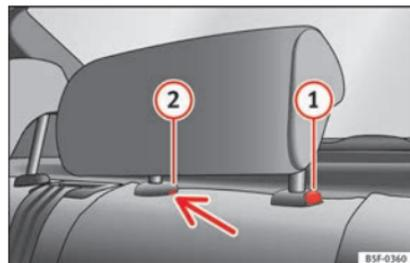

Abb. 106 Hintere Kopfstütze in der Mitte: Entriegelungsstelle.
- Zum Einstellen der Kopfstütze auf eine niedrigere Höhe die Taste  »» » **Abb. 106** und diese nach unten schieben.
- Drücken Sie die Taste  »» » **Abb. 106** und ziehen Sie gleichzeitig die Kopfstütze aus der Rückenlehne »» » .
- Führen Sie den Schraubenschlüssel in der Position  »» » **Abb. 106** in das Loch ein und ziehen Sie zur gleichen Zeit die Kopfstütze aus der Rückenlehne »» » .